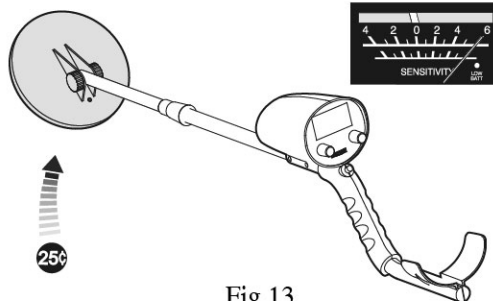

Fig.13
- Før langsomt sølvmønten hen imod søgehovedet, hvorefter viseren bevæger sig mod højre, og lyden tiltager i styrke. (Fig. 13)